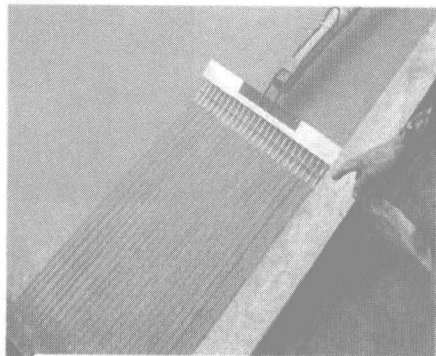

图 1-3 面层拉毛
- 2) 地面有二次装修时，做拉毛处理，不得采用扫帚扫毛。参见图 1-3。